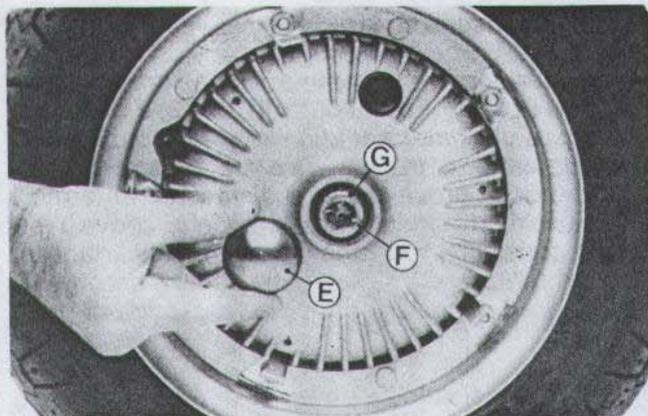
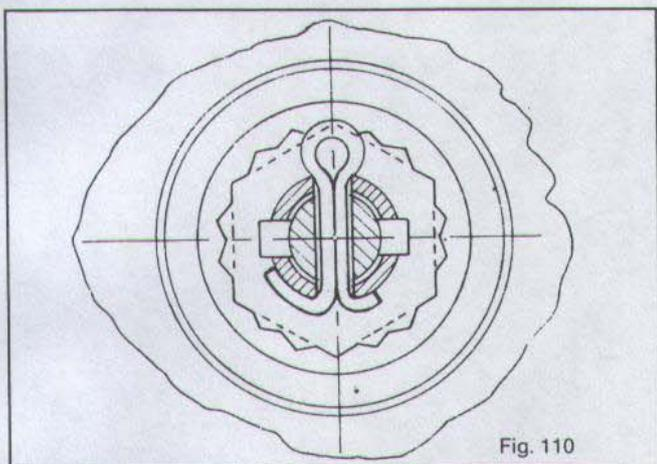

Fig. 112
Fig. 110
Fig. 112 - **Bloccaggio tamburo porta ruota anteriore (coppia bloccaggio, Kgm. 7,5÷9)**: montare il tamburo sull'asse ruota, bloccare il dado, posizionare il cappello fermando «G», inserire una nuova coppia «F» e piegarla (ved. fig. 110) in modo da eliminare i giochi esistenti fra cappello e asse ruota; montare quindi il cappello parapolvere «E».
N.B. - Le operazioni relative alla piegatura della coppia illustrata in fig. 110 sono valide anche per la ruota posteriore.